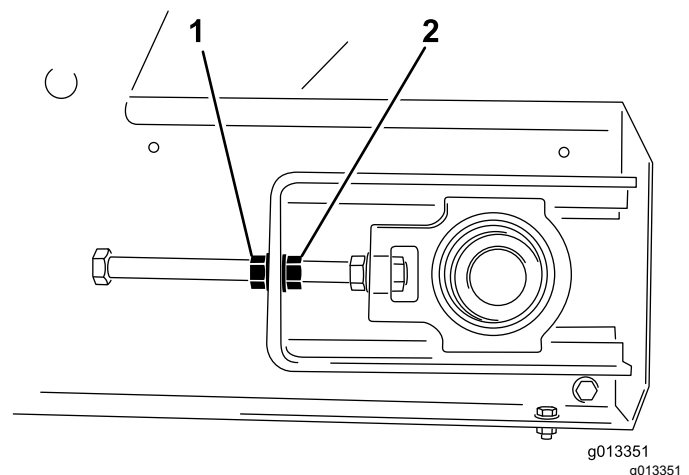

Figure 59
4. Avec deux clés, immobilisez l'extrémité de la tige de tension et desserrez l'écrou de blocage qui est celui le plus près de l'extrémité de la tige (Figure 59).
- Du côté vers lequel se déporte la bande, immobilisez l'extrémité de la tige de tension et desserrez l'écrou de blocage, puis serrez l'écrou de réglage de la valeur de deux pans (Figure 59).